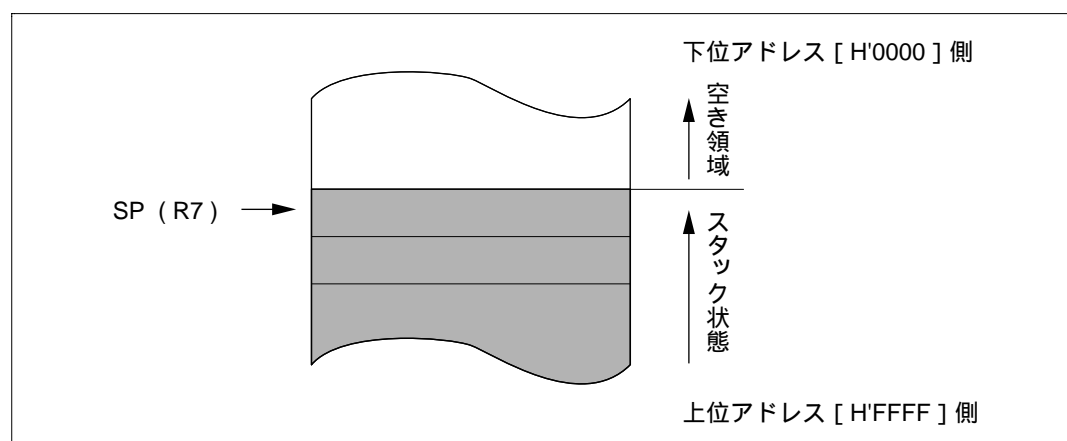

図 2.3 スタックの状態
アドレスレジスタとして使用する場合は、16ビットレジスタ (R0~R7) として使用します。レジスタ R7 には、汎用レジスタとしての機能に加えて、スタックポインタ (SP) としての機能が割り当てられており、例外処理やサブルーチンコールなどで暗黙的に使用されます。このとき、SP は常にスタック領域の先頭を指しています。スタックの状態を図 2.3 に示します。